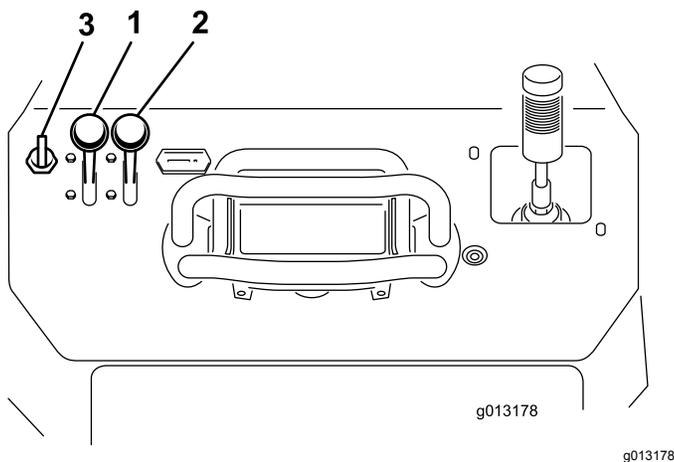

図 16
1. スロットルレバーを低速と高速の中間位置にセットする 図 16。
2. チョークレバーを ON 位置とする 図 16。
3. キーを ON 位置に回す (図 16)。エンジンが始動したら、キーから手を離してください。
4. チョークレバーを徐々に OFF 位置へ戻す 図 16。それでエンジンの回転が悪くなるようであれば、チョークを元に戻してエンジンが温まるのを待つ。
5. スロットルレバーを希望位置にセットする 図 16。
2. スロットルレバーを低速位置に動かす 図 16。